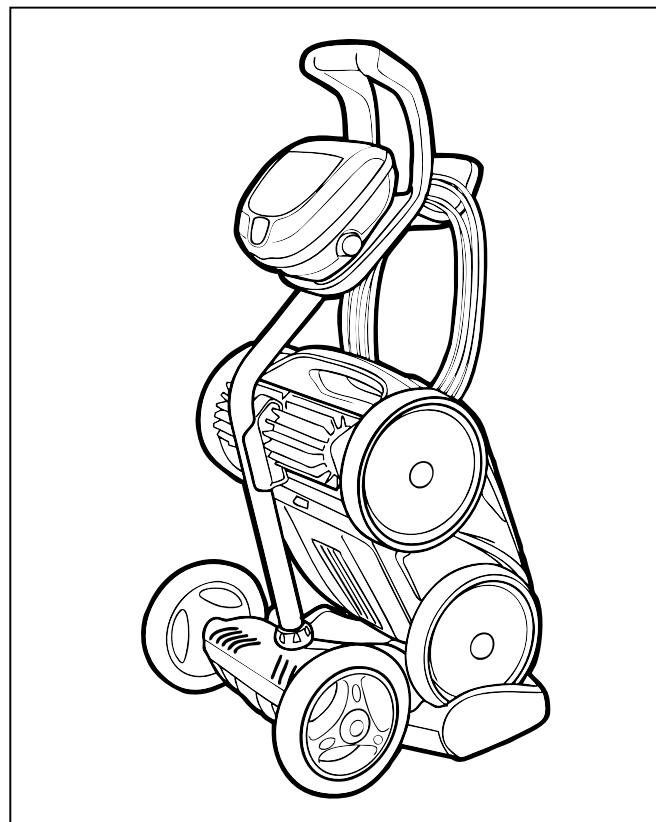

Figure 23. Nettoyeur rangé correctement sur le chariot
- Placer le robot nettoyeur en position verticale sur la base du chariot et le fixer à l'attache (Figure 23).
- Enrouler le câble sans serrer en commençant au robot nettoyeur et en allant vers le point de raccordement du module de commande. Ranger le câble en l'enroulant autour du crochet situé à l'avant du chariot (Figure 23).